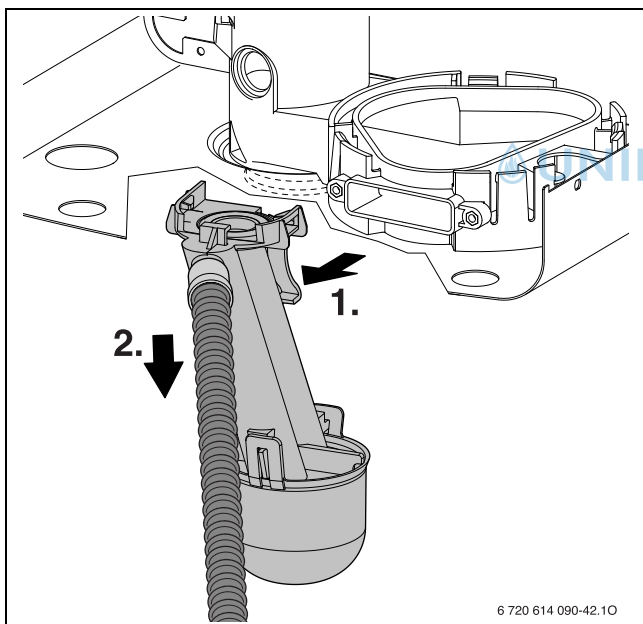

Bild 56
- Kondensatsiphon ausbauen (→ Bild 56) und geeignetes Gefäß unterstellen.